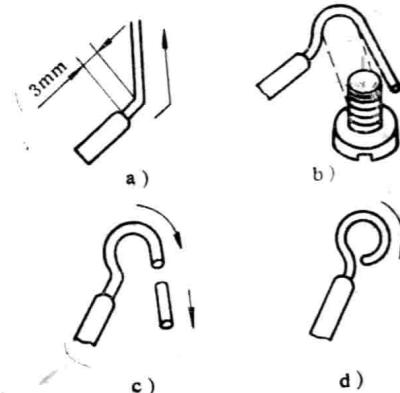
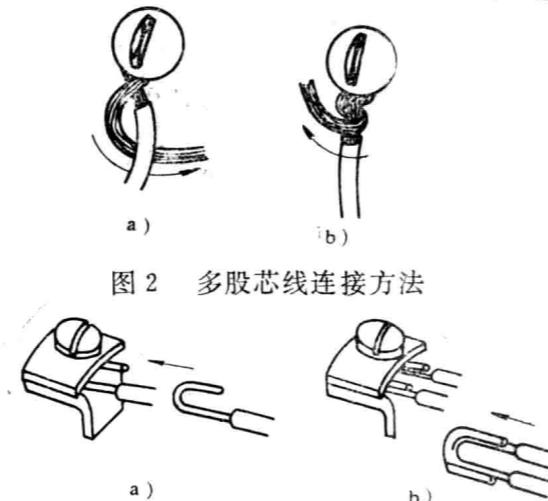

图1 单股芯线连接圈弯法
图2 多股芯线连接方法
(1) 首先剥去线头绝缘层，在离导线绝缘层根部约3mm处向外侧折角，见图1 a；
(2) 按略大于螺钉直径弯曲圆弧，再剪去芯线余端并修正圆圈见图1 b 和 c；
(3) 把芯线弯成的圆圈套在螺钉上，圆圈弯曲的方向应跟螺钉旋转方向一致，拧紧螺钉，通过垫圈紧压导线；
(4) 对多根芯线则要把芯线绞紧，顺着螺钉旋转方向绕螺钉一圈，再在线头根部绕一圈，然后旋紧螺钉，剪去余下的芯线，见图2。